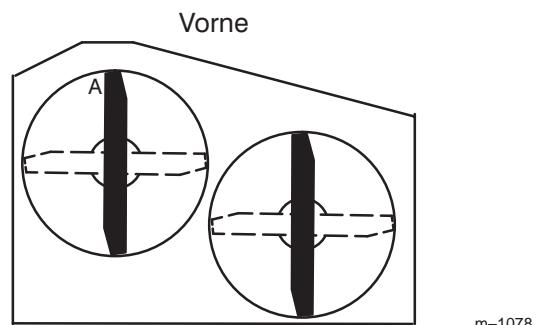
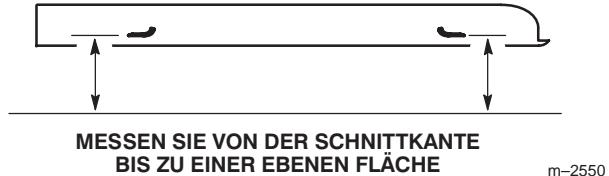

Bild 54
Bild 55
3. Stellen Sie die Messer in Längsrichtung, während die Maschine auf einer ebenen Oberfläche steht (Bild 54). Messen Sie bei "A" von einer ebenen Fläche bis zur Schnittkante der Messerspitzen (Bild 55).